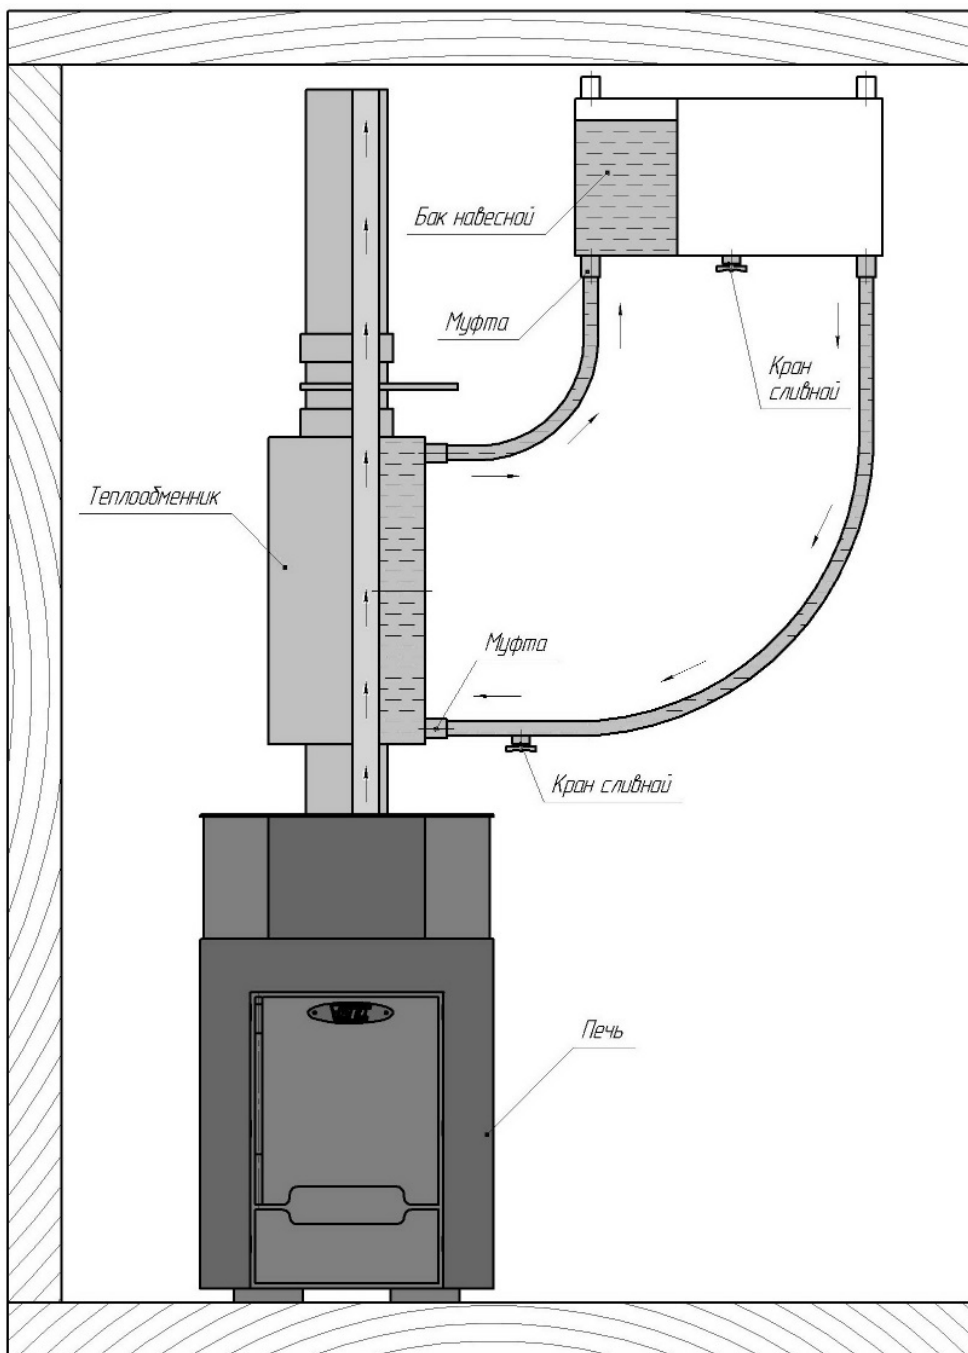

Рисунок 3: Вид спереди: подключение бака для горячей воды к банной печи газо-дровяной банной печи «Волжанка» («Волжанка Мини», «Волжанка Порта»)
- на печь устанавливается теплообменник, который подсоединяется к выносному баку – это отдельно весящий бак, который может быть размещен, в любом удобном месте или помещении (рисунок 3).